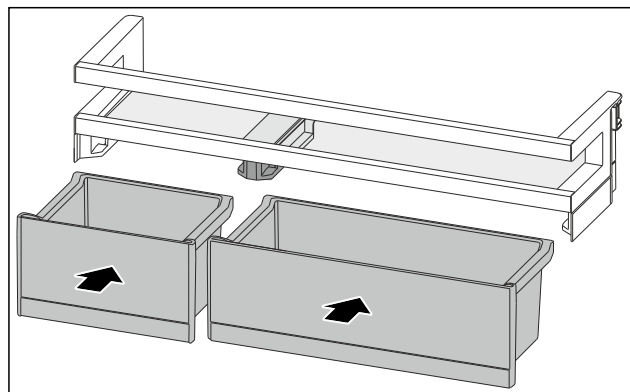

Fig. 115
- ▶ Установите ящики VarioBox, поменяв их расположение. (см. Fig. 115)